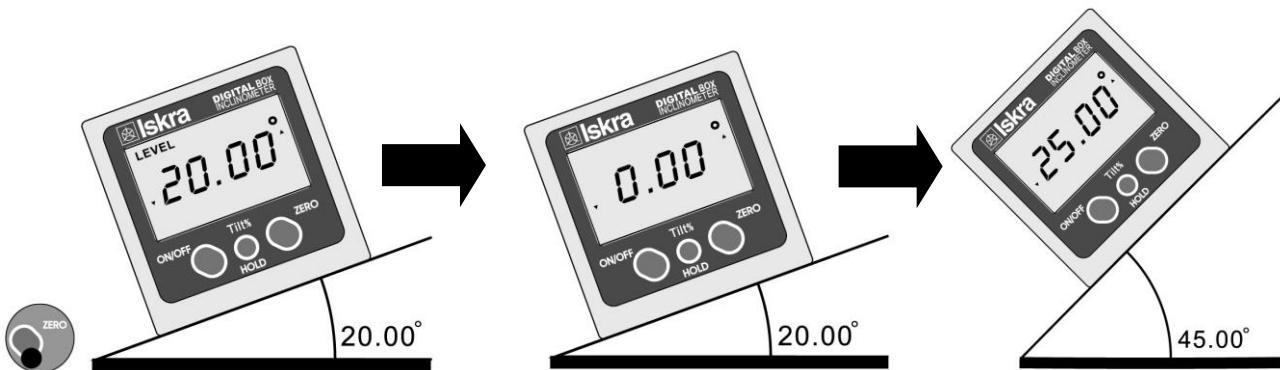

FIG. 2
- Kratko pritisnite na dugme „ZERO“. Pojavice se „0.00°“, oznaka „LEVEL“ će nestati. Sa tim ste trenutni ugao izabrali za polazni ugao merenja. (Fig. 2)
- Promenite nagib podloge. Biće ispisano npr. „25.00°“. Ispisana vrednost predstavlja ugao između izabranih površina. **Ugao između površina**, na kojoj izvodite merenje i referentne površine u ovom slučaju iznosi **45°**. ($45^\circ - 20^\circ = 25^\circ$) (Fig. 2)